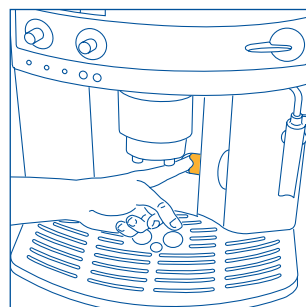
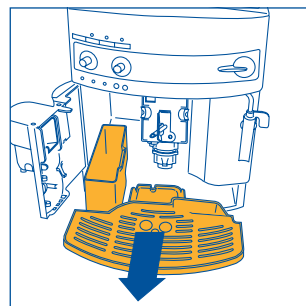

Fig. 15
Fig. 16
NOTA 7: la macchina conta il numero di caffè che vengono erogati. Ogni 14 caffè singoli (o 7 doppi), la spia 🔌 si accende in modo fisso (cap. 12 punto 3) avvertendo che il contenitore fondi è pieno di pasticche ed è necessario svuotarlo e pulirlo. Finché non si fa la pulizia del cassetto fondi, la spia rimane accesa e la macchina non può fare il caffè. Per eseguire la pulizia aprire lo sportello di servizio sulla parte anteriore tirando l'apposita maniglia (fig. 15); si accende la spia ⚠ lampeggiante (vedere par. 12 punto 9); estrarre quindi la vaschetta raccogliogocce (fig. 16), svuotarla e pulirla. Svuotare e pulire accuratamente il cassetto fondi avendo cura di rimuovere tutti i residui che possono essere depositati sul fondo. Asciugare anche le eventuali gocce di condensa che si sono depositate all'interno della macchina sotto la vaschetta raccogliogocce. **IMPORTANTE:** quando si estrae la vaschetta raccogliogocce è **OBBLIGATORIO** svuotare sempre il contenitore fondi caffè anche se è riempito poco. Se questa operazione non è effettuata può succedere che, quando si fanno i caffè successivi, il contenitore fondi si riempia più del previsto e che la macchina si intasi di pasticche esauste.
- aprire lo sportello di servizio (fig. 15);
- estrarre il vassoio raccogli gocce ed il contenitore dei fondi (fig. 16) e lavarli;